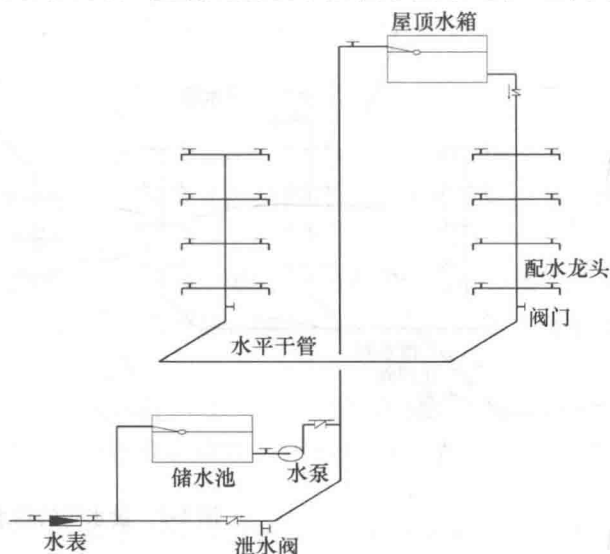

图 1-4 设水泵和水箱的给水方式
(4) 设水泵和水箱的给水方式 设水泵和水箱的给水方式宜在室外给水管网压力低于或经常不能满足建筑内给水管网所需的水压,且室内用水不均匀时采用。如图 1-4 所示,该给水方式的优点是水泵能及时向水箱供水,可缩小水箱的容积,又因有水箱的调节作用,水泵出水量稳定,能保持在高效区运行。